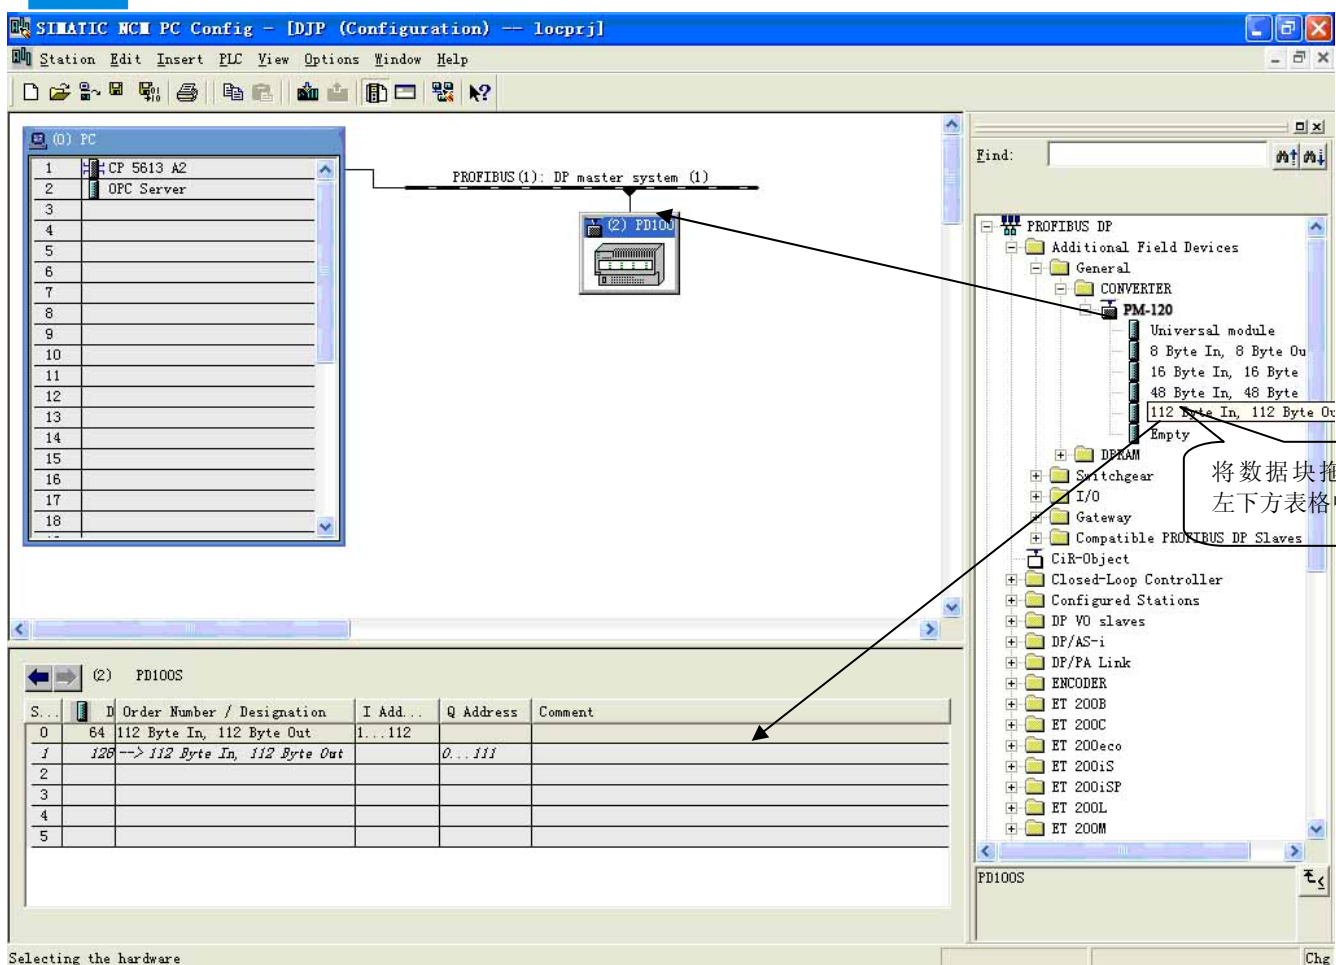

图 10
11. 将从站 PCO-150S 配入到 PROFIBUS 网络配置当中，并将输入输出数据块，映射到 S7-300 或者其它控制器的内存当中。如图 10: